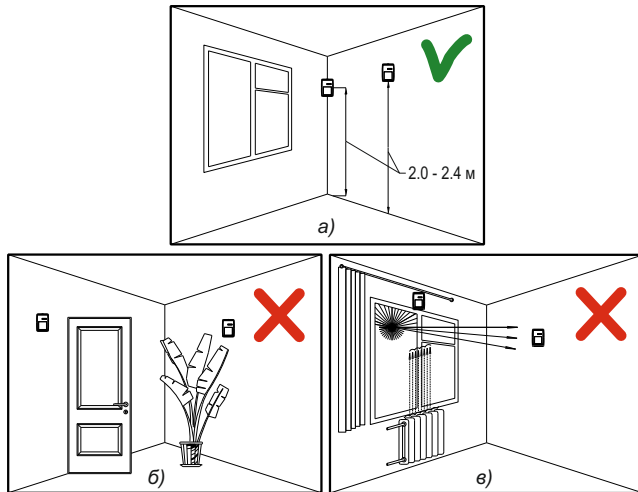

Рисунок 3
6.4 Варианты размещения извещателя приведены на рис. 3, где а) - рекомендуемые, б) и в) - не рекомендуемые места размещения.